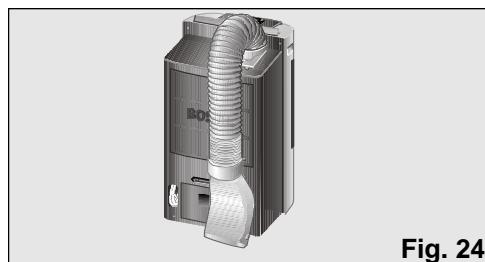

**Fig. 23**
- Avant, retirez l'eau de condensation se trouvant dans le réservoir interne en sortant le tube d'évacuation d'eau de son logement et en retirant le bouchon, **Fig. 23**, pour évacuer l'eau générée. Pour cela, vous devrez placer un récipient (ou le réservoir extractible de l'appareil) à la sortie du tube d'évacuation d'eau pour récupérer l'eau condensée, ou orientez le tube vers un tout-à-l'égout à proximité. Une fois que le réservoir est vide, n'oubliez pas de remettre le bouchon en place et le tube dans son logement.